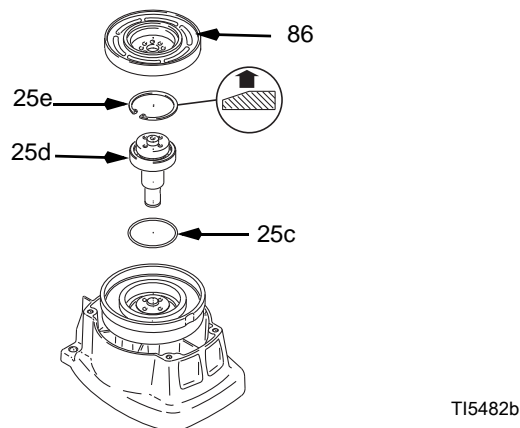

FIG. 6
7. FIG. 6. Távolítsa el a rögzítőgyűrűt (25e).
6. FIG. 6. Ellenőrizze le az o-gyűrűt (25c) és cserélje le, ha hiányzik vagy ha sérült.